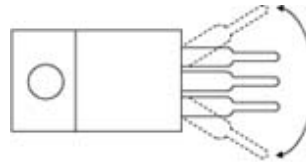

図 4-5 フォーミング不可例
- ③ 複数回のフォーミングは、金属疲労による折れを誘因するため、90°往復1回（ただし、平形端子は45°往復1回）を上限として下さい。
- ④ 端子押さえやフォーミングの際に、端子のメッキ剥がれやメッキ割れが起こることにより、はんだ濡れ不良が発生することがありますので、ご注意下さい。
- ⑤ 端子へのねじりが加わらないようにして下さい。
- ⑥ フォーミングとして不適当な例を示します。（図4-5）